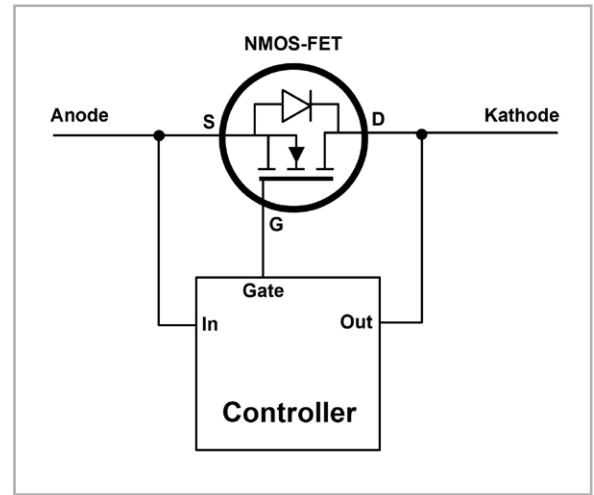

Bild 7: Die „Ideale Diode“ bedient sich eines MOSFETs als niederohmigem Schalter für den Stromdurchlass.
Das Verhalten einer idealen Diode ist in der Realität nicht zu erreichen. Man kann sich ihm aber durch schaltungstechnische Maßnahmen mehr oder weniger annähern. Die Grundidee soll anhand von Bild 7 erläutert werden. Man sieht einen N-Kanal-MOS-FET (enhancement type = Anreicherungstyp, normally OFF), dessen die Anode bildender Source-Anschluss (S) mit dem Eingang (In) eines „Ideale-Diode“-Controllers verbunden ist. Der die Kathode bildende Drain-Anschluss (D) wird an den Ausgang (Out) und das Gate (G) an den Steuerausgang des Controllers angeschlossen. Der Controller hat im Prinzip die Aufgabe eines Komparators. Ist die Eingangsspannung größer als die Ausgangsspannung, wird der NMOS-FET leitend, andernfalls sperrt er und verhindert dadurch einen Stromfluss von der Kathode (Drain) zur Anode (Source). Ideal-Dioden-Controller-ICs mit externen FETs sind für Nennströme bis 5 A und einer Nennspannung bis 80 V verfügbar.